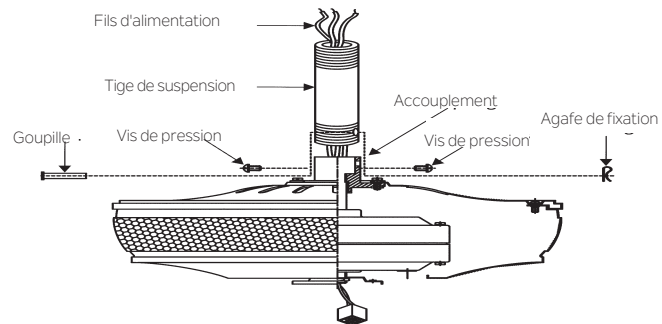

Fig. 8
**Étape 6.** Desserrer les deux vis de pression et enlever la goupille ainsi que l'attache de fixation de l'accouplement sur le dessus du moteur. (Fig. 8)
Replacer ensuite la goupille et l'attache de fixation. Serrer les deux vis de pression. (Fig. 8)